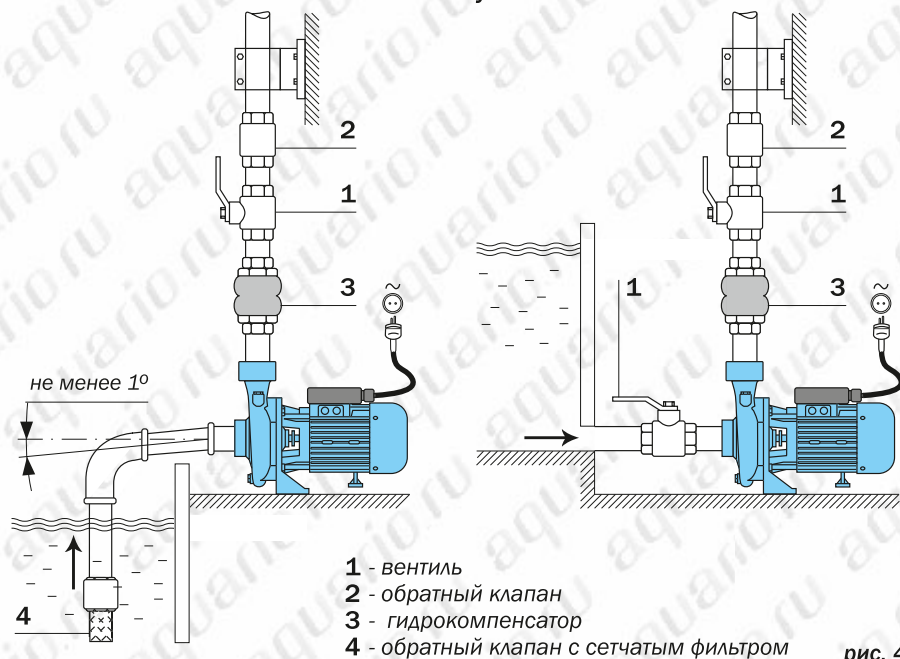

рис. 4
- должен иметь непрерывный уклон от насоса к источнику водозабора не менее 1 градуса (рис. 4) для исключения скопления пузырьков воздуха и образования воздушных пробок;